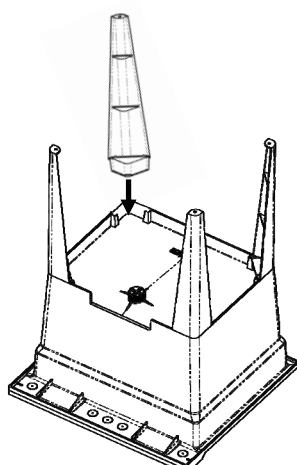

FIG. 2
2. Insérez les quatre pattes. Au besoin, servez-vous d'un morceau de bois pour taper sur l'embout des pattes afin de bien les insérer dans les cavités (**Fig. 2**).
2. Insert the four legs. If need be, use a wooden stick to tap the edge of the legs so that they are fully inserted in the sockets (**Fig. 2**).